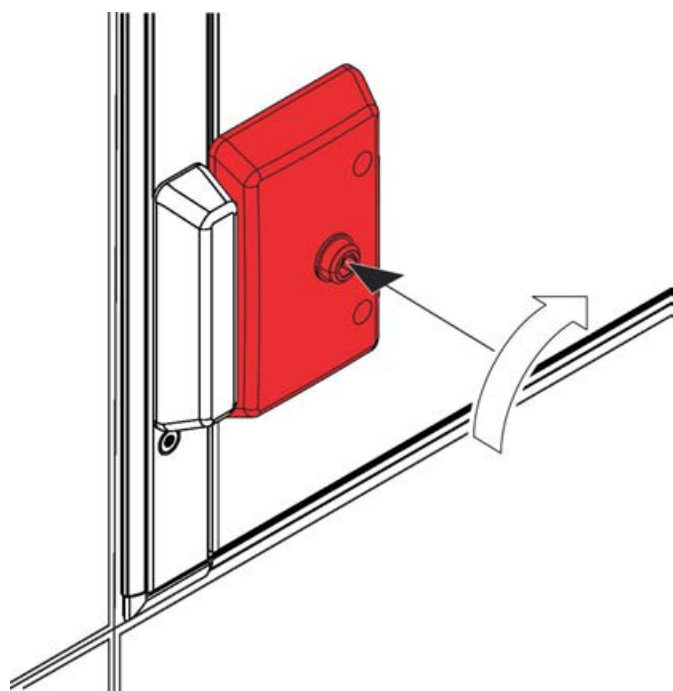

Abb. 15: Türschloss mit Zugang zum Gefahrenbereich öffnen
- ▶ Den TROX Spezialschlüssel in das Türschloss stecken und bis zum Anschlag gegen den Uhrzeigersinn drehen ( Abb. 15 ).